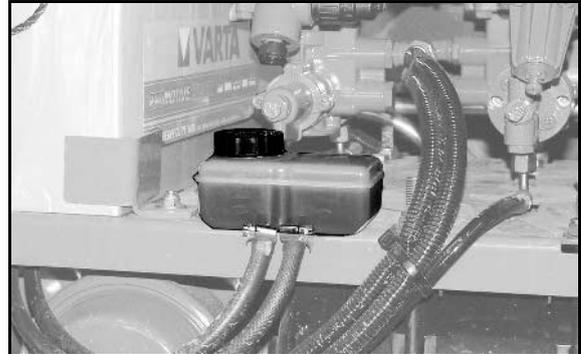

Fig. 178
- Hay que observar que el gato se haya colocado de forma segura en el casquillo (Fig. 178/1).